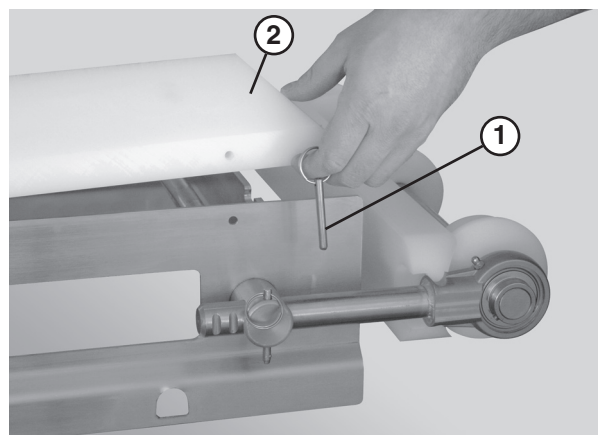

Figura 29
1. Retire los pasadores (**Figura 29, ítem 1**) que conectan la guía (**Figura 29, ítem 2**) al bastidor.